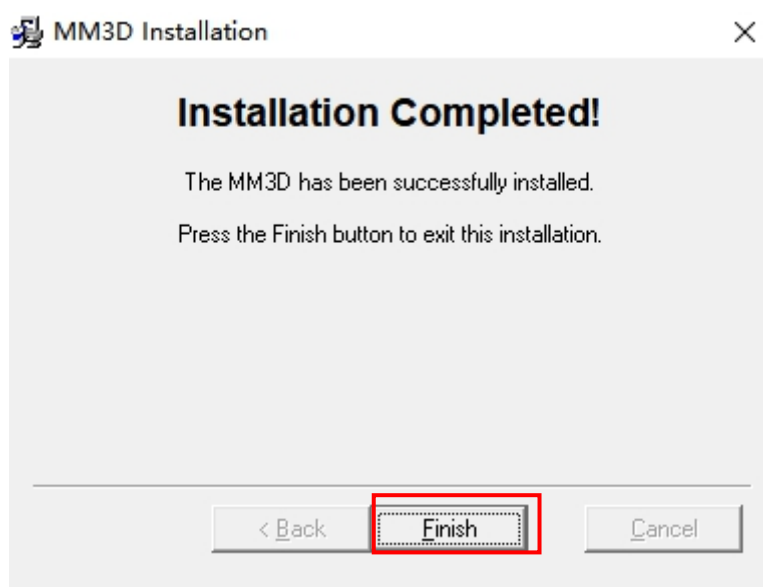

图 6
- (6) 安装完成，请按「Finish」离开安装程序，见下图 6。